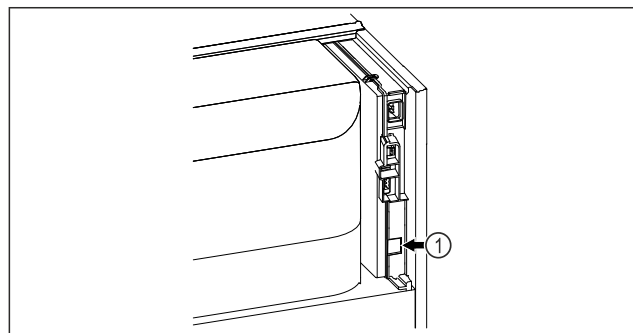

Fig. 129
- Założono SmartModule Fig. 129 (1).